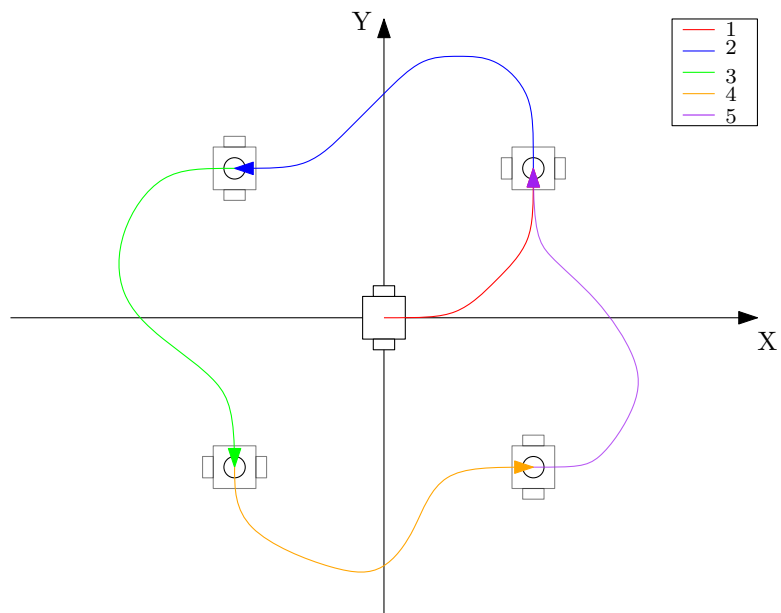

Рис. 10. Пример выполнения задания 2.
- 5 Преподаватель задает 4 целевые точки, которые образуют квадрат. Необходимо модифицировать схему моделирования и ранее написанную программу для движения робота так, чтобы при достижении первой из них машинка автоматически начинала ехать к следующей точке из списка и так далее. В конце машинка должна приехать в первую точку из списка. Во время движения машинки записать в файл координаты робота. Пример такого движения рис. 10